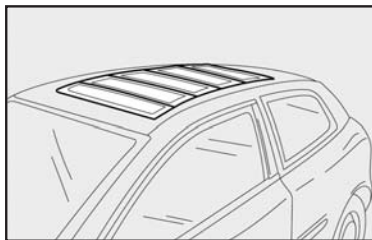

fig. 89
- **Quinto estágio do botão:** completo fechamento das lâminas, como ilustrado na **fig. 89**, a persiana não realiza nenhum movimento.